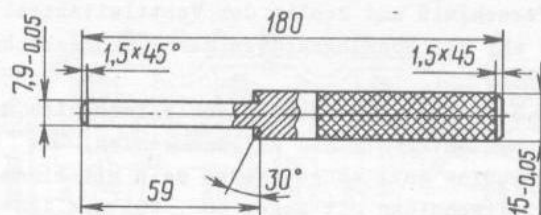

Bild 2-79. Dorn zum Aus- und Eintreiben der Ventilführungsbuchse des Motors VAZ-2106-70
- die abgenutzte Ventilführungsbuchse mit Hilfe eines Dorns (Bild 2-79) aus Zylinderkopf austreiben;